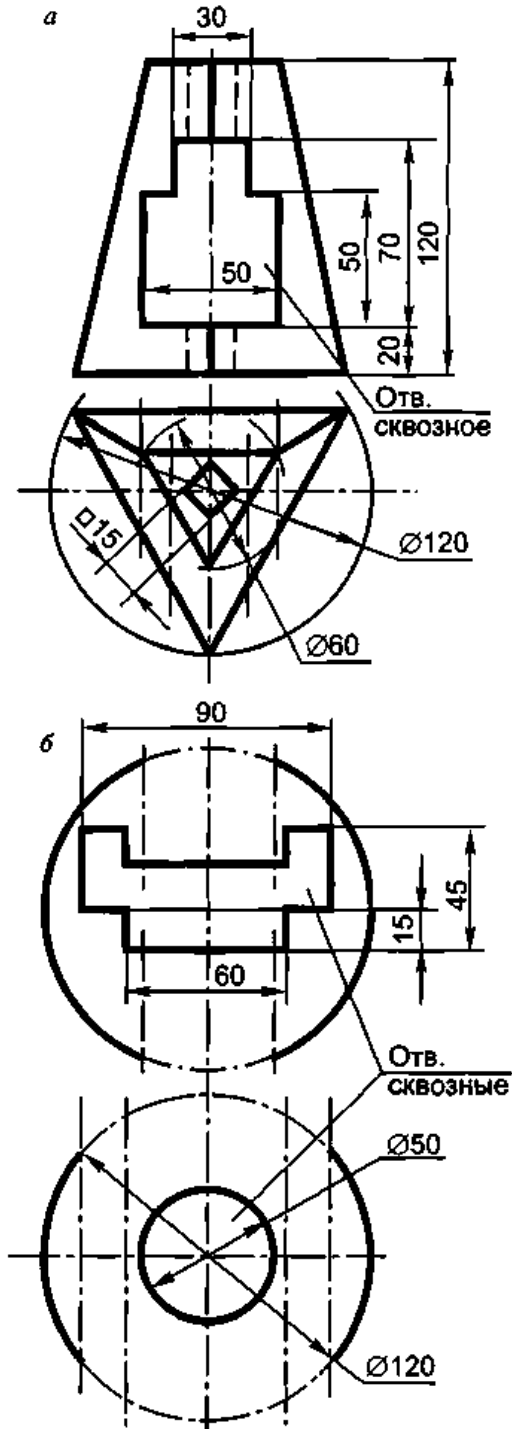

Рис. 2.35
25. Выполнить чертежи треугольной пирамиды (а) и сферы (б) с окнами в трех проекциях с тремя разрезами каждой (рис. 2.35).